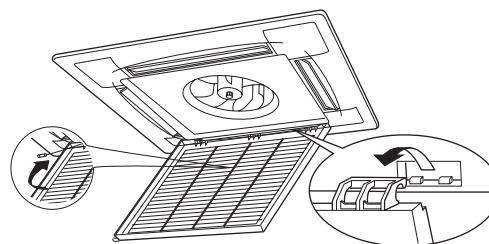

fig.9-2
- 2 Estrarre la griglia di ingresso dell'aria (insieme al filtro dell'aria come mostrato nella *fig.9-2*).**